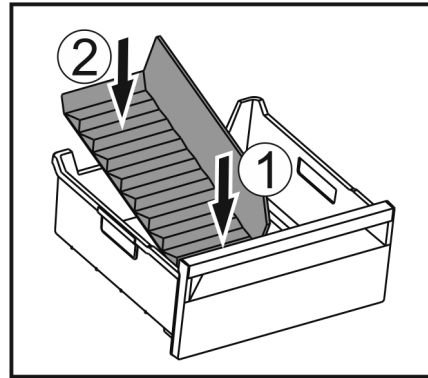

Fig. 147
- Pange jääkambrialdaja eesmine osa sisse. Fig. 147 (1)
- Langetage jääkambrialdaja tagumine osa sahtlipõrandani. Fig. 147 (2)